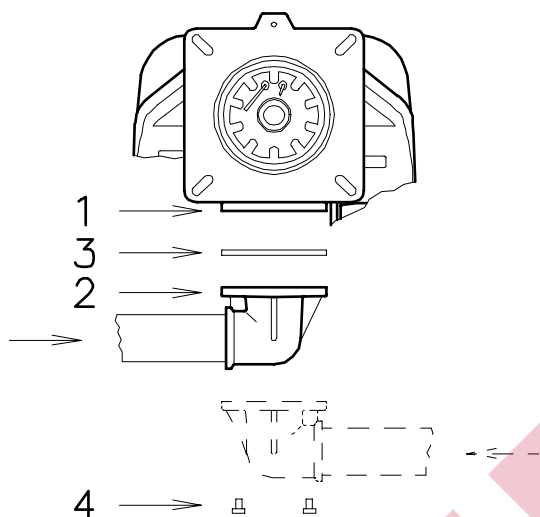

Рис. 15
Чтобы упростить регулировку, ослабить винт 3)(рис.15), выполнить регулировку, затем заблокировать.
- ▶ Ramпа может быть установлена как слева, так и справа, в зависимости от удобства монтажа, см. Рис. 15.
- ▶ Газовая ramпа подсоединяется к газовому контакту 1)(Рис. 15) посредством фланца 2), прокладки 3) и винтов 4), входящих в поставку горелки.